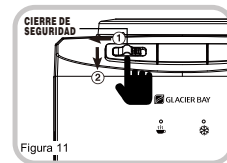

Figura 11
2. Deslice el bloqueo de seguridad hacia el lado izquierdo y presione simultáneamente el botón de agua caliente. (Figura 11)